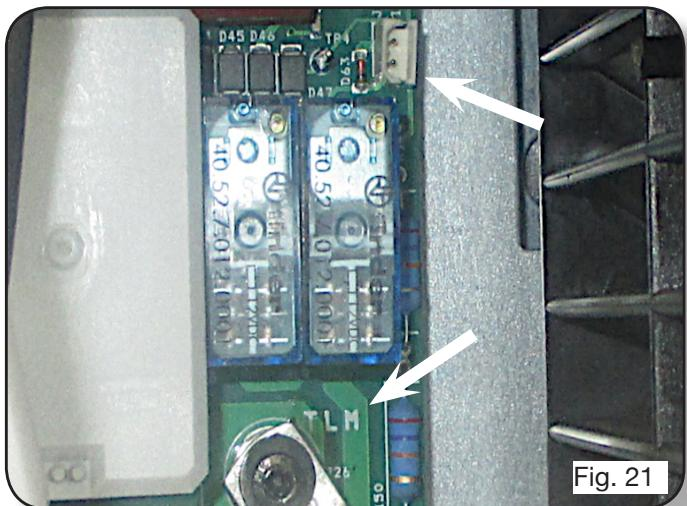

Fig. 21
- Enchufar el terminal de ojal M5 ubicado en el extremo del cable de conexión negro 2 al tornillo indicado con el símbolo 'TLM' en la tarjeta 5602623 como se muestra en la fig. 21
- Enchufar el conector bidireccional blanco de la conexión 11 al conector bidireccional blanco J19 de la tarjeta 5602623 como se muestra en la fig. 21